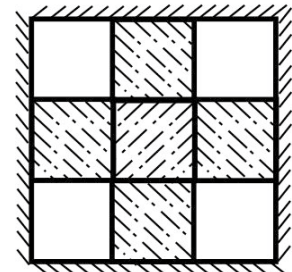

Рис. 2.25
**2.25. Пять одинаковых кубиков помещены в абсолютно жесткую обложку. На средний кубик действует давление  $p$ . Определить напряжения, возникающие на гранях кубика. Упругие характеристики материала известны (рис.2.25).**